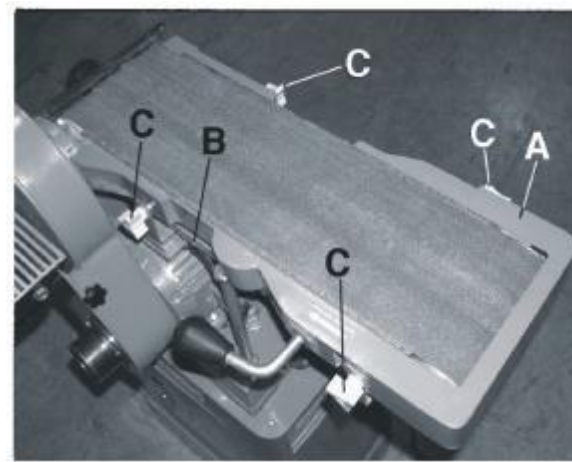

Рис. 16
2. Снять торцовое ограждение (A), рис. 16, и нижнее ограждение (B), отвернув четыре фиксирующих рукоятки (C).